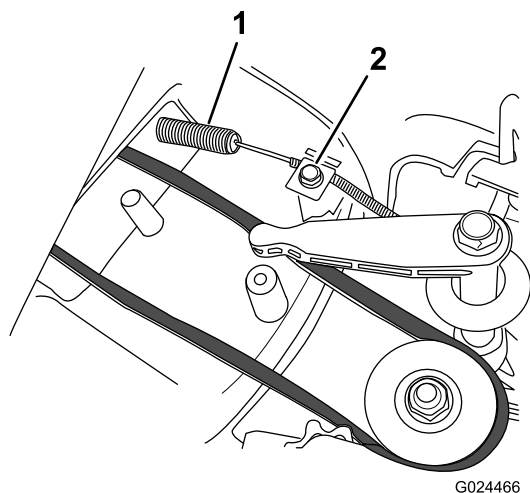

Figura 33
4. Instale el nuevo cable del freno de la cuchilla, pero no apriete la abrazadera de la parte superior de la carcasa de corte (**Figura 33**).
5. Afloje el tornillo de la abrazadera (**Figura 33**).